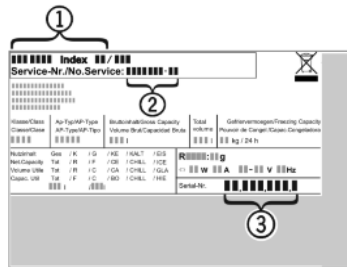

Fig. 12
► Наименование устройства Fig. 12 (1), сервисный № Fig. 12 (2) и серийный № Fig. 12 (3) считайте с заводской таблички. Заводская табличка находится внутри устройства слева.
► Обратитесь в сервисную службу и сообщите вид неисправности, наименование устройства Fig. 12 (1), сервисный № Fig. 12 (2) и серийный № Fig. 12 (3).